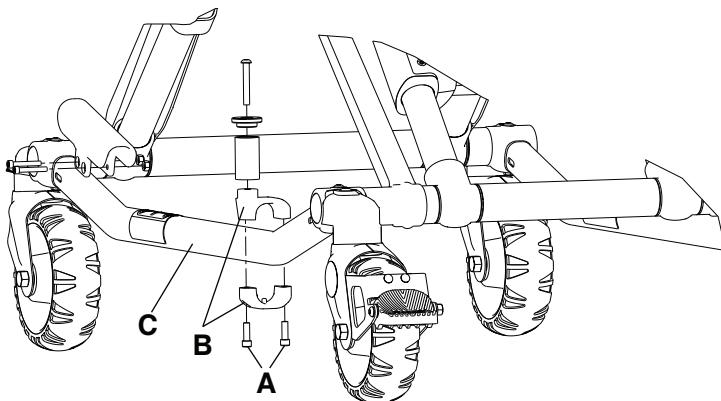

Figure 13 – Montant de retenue de la civière
1. À l'aide d'une clé Torx T30, retirer les deux vis d'assemblage à six pans creux (A) qui fixent les supports (B) au châssis du châssis (C) (Figure 13). Conserver les vis.